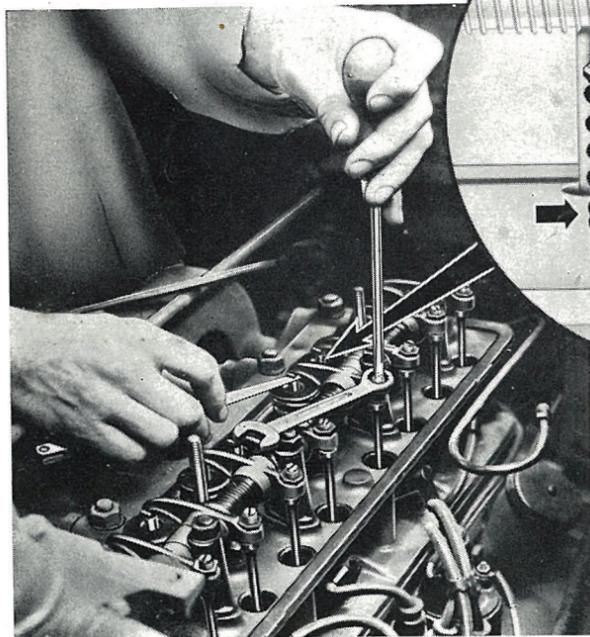

FIG. 14
1. Mettre en place les ressorts de soupapes en prenant la précaution de disposer les spires jointives contre la culasse (fig. 14).
comme indiqué à la figure 14.